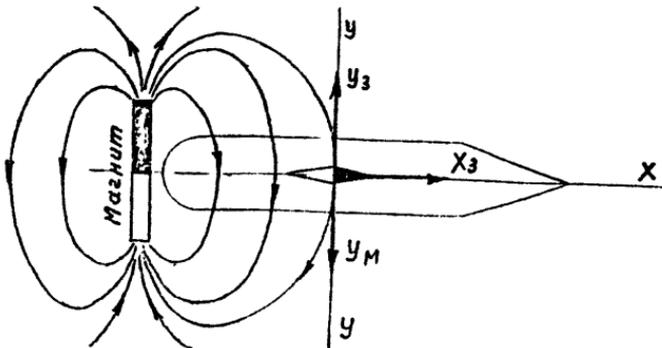

Рис. 5. Получение искусственного курса  $N$  ( $S$ )
1) располагая вспомогательный магнит параллельно вектору  $Уэ$  так, чтобы его нейтраль находилась в диаметральной плоскости судна (Рис. 5), добейтесь компенсации поперечной
2. Если курс стоянки судна имеет значение, близкое к  $90^\circ$  или  $270^\circ$ , то перед выведением картушки компаса на искусственный курс  $N$  или  $S$  необходимо предварительно с помощью еще одного вспомогательного магнита создать промежуточный курс, близкий к одному из четвертных, а затем, действуя вторым магнитом, как показано на рис. 5, получить искусственный курс  $N$  или  $S$ .